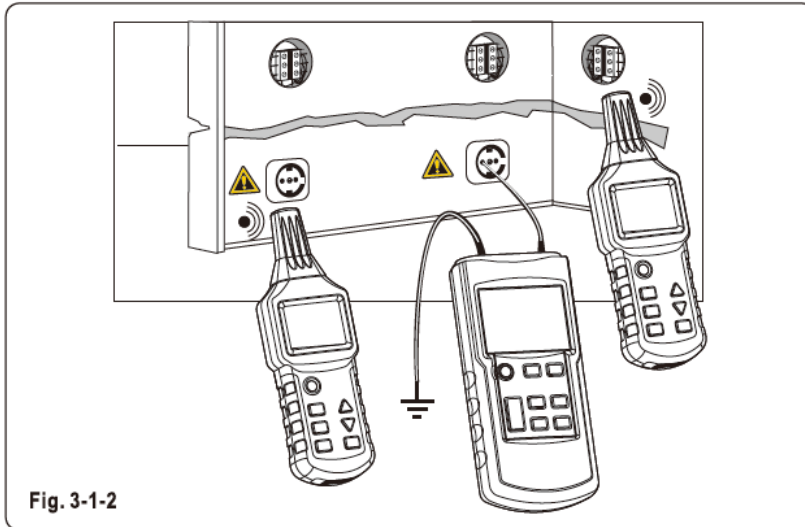

Fig. 3-1-2
- > Connectez le transmetteur à la ligne de phase et au fil de terre de protection conformément à la figure 3-1-2.